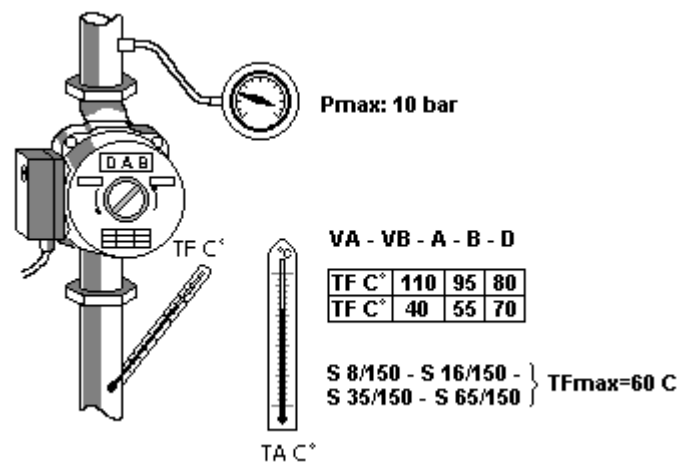

Рис. 4
■ Циркуляционный насос может устанавливаться в системах отопления либо на подводящем, либо на обратном трубопроводе; стрелка на корпусе насоса показывает направление течения (рис. 4).